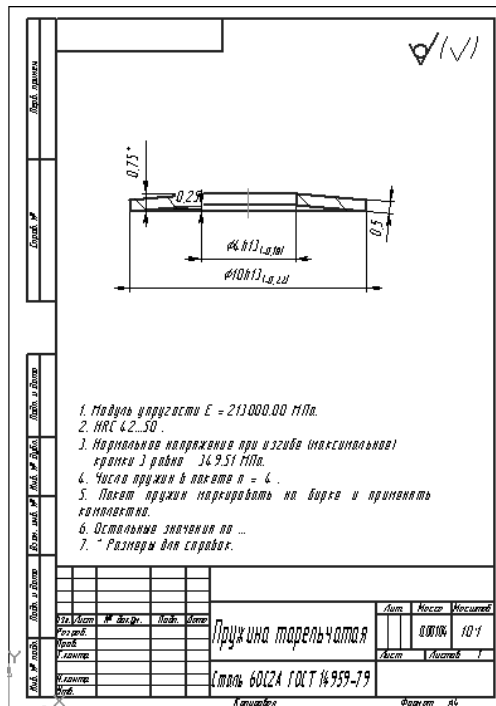

Рис. 4.65. Деталировочный чертеж тарельчатой пружины с техническими требованиями и размерами
- переместите указатель мыши так, чтобы фантом занял горизонтальное положение, а затем щелкните мышью. Появится деталировочный чертеж тарельчатой пружины с техническими требованиями и размерами, см. рис. 4.65.
- откройте графический файл с ранее спроектированной тарельчатой пружиной, например представленный на рис. 4.65.